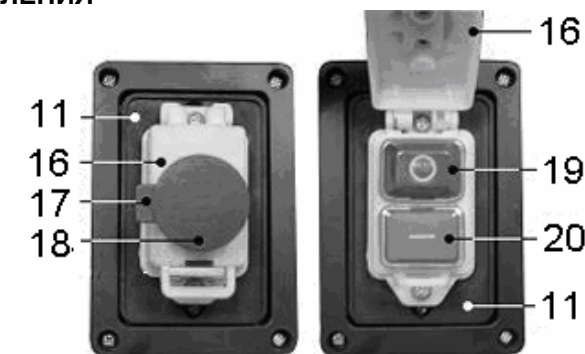

Рис.11
### 9.1 Действие магнитного пускателя, Рис. 11
**ВНИМАНИЕ:** Перед включением вилки шнура пылесоса в розетку электросети всегда нужно удостовериться, что магнитный пускатель (11), Рис.11, находится в исправном состоянии.